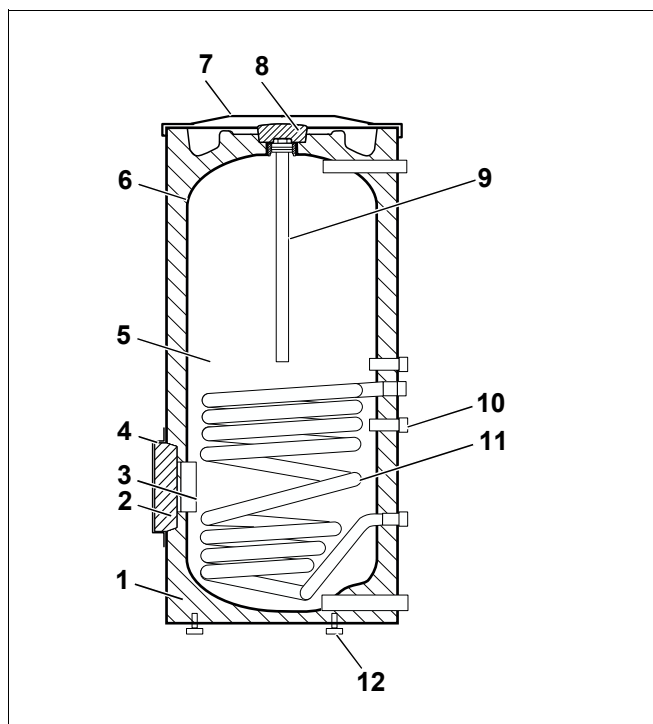

Рис. 1 Баки-водонагреватель (здесь: SU300/1)
- Бак (рис. 1, **поз. 5**) с защитой от коррозии
Катодная защита от коррозии состоит из гигиенической термоглазури DUOCLEAN MKT (рис. 1, **поз. 6**) фирмы Будерус и магниевого анода (рис. 1, **поз. 9**).
- Теплоизоляция (рис. 1, **поз. 1**)
Теплоизоляция из не содержащего вредных веществ полиуретанового пенопласта нанесена непосредственно на бак. Два теплоизоляционных элемента (рис. 1, **поз. 2** и **поз. 8**) из пенопласта снижают теплопотери через люк для чистки и магнийевый анод.
- Гладкотрубный теплообменник (рис. 1, **поз. 11**)
- Гильза для установки температурного датчика (рис. 1, **поз. 10**)
- Люк для чистки (рис. 1, **поз. 3**)
- Крышка бака (рис. 1, **поз. 7**)